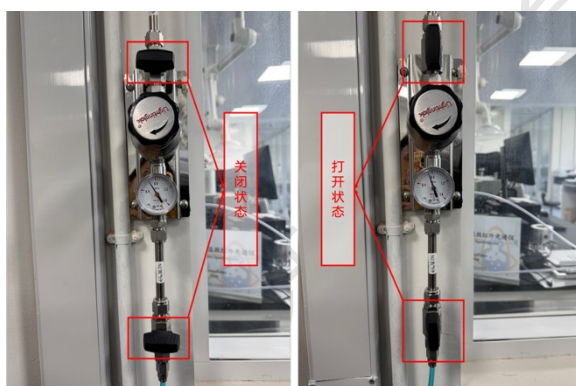

图 6-2-3
- 3) 如图 6-2-3, 确认仪器相连的 N_2 管路连接已打开, 并核对仪器上的压力表指针在绿色区域 (约 0.5 - 0.65 MPa);